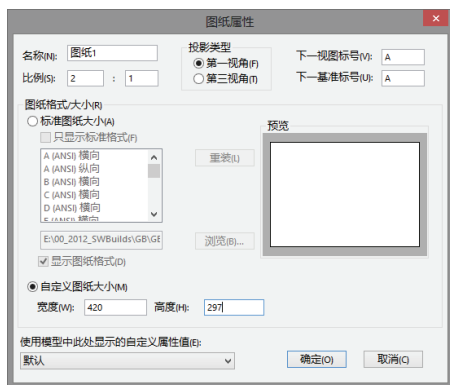

图 7-146 “图纸格式/大小”对话框
STEP 1 新建“工程图”文件，弹出“图纸格式/大小”对话框，如图 7-146 所示，选中“自定义图纸大小”单选按钮，并设置图纸宽度为 420mm，图纸高度为 297mm，单击“确定”按钮，创建空白图纸。